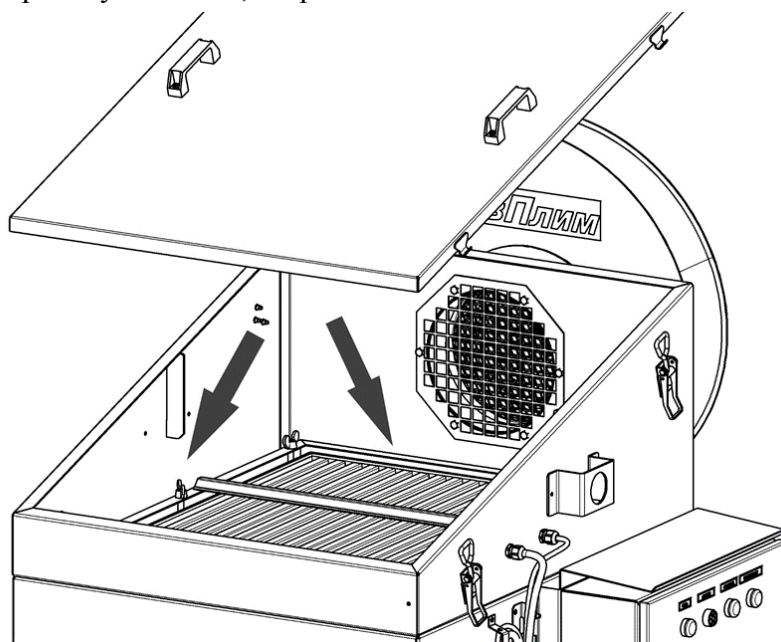

Рисунок 4
- 1) открыть замки-защёлки (рисунок 4);